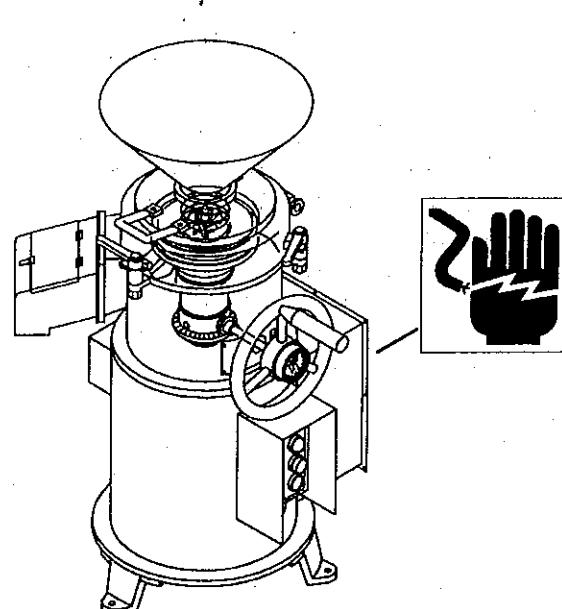

図 14-3
- 機械の故障により制御盤内部を点検する際には必ず点検前に1次側電源を切って作業してください。電源を切らないで電極に触れた場合は感電します。（図14-3）